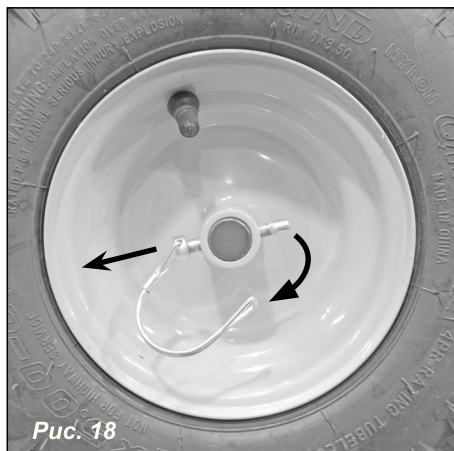

Рис. 18
- Снимите оба колеса, вытащив шплинты (рис. 18).